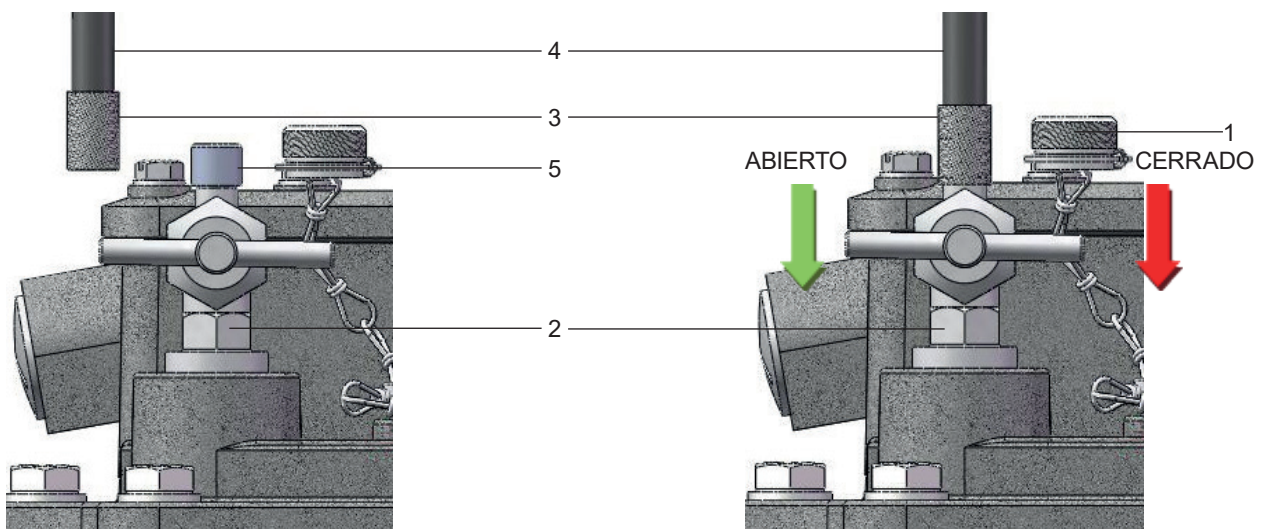

Fig. 9 - Prueba funcional mediante bomba de control
- desatornille la tuerca de sombrerete pequeña (Fig. 9/No. 1) desde la válvula de purga (Fig. 9/No. 2)
- atornille el adaptador (Fig. 9/No. 3) de la manguera que comunica con la bomba de control (Fig. 9/No. 4) en la tubuladura de la válvula (Fig. 9/No. 5)